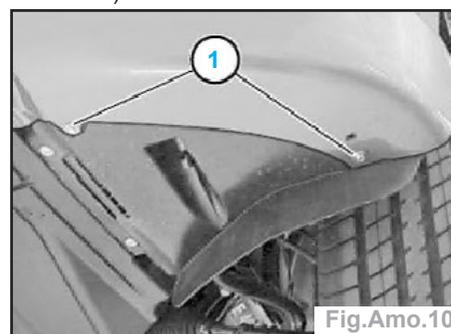

Fig.Amo.10
- Déposer les vis (1) à G et à D (Fig. Amo.10).